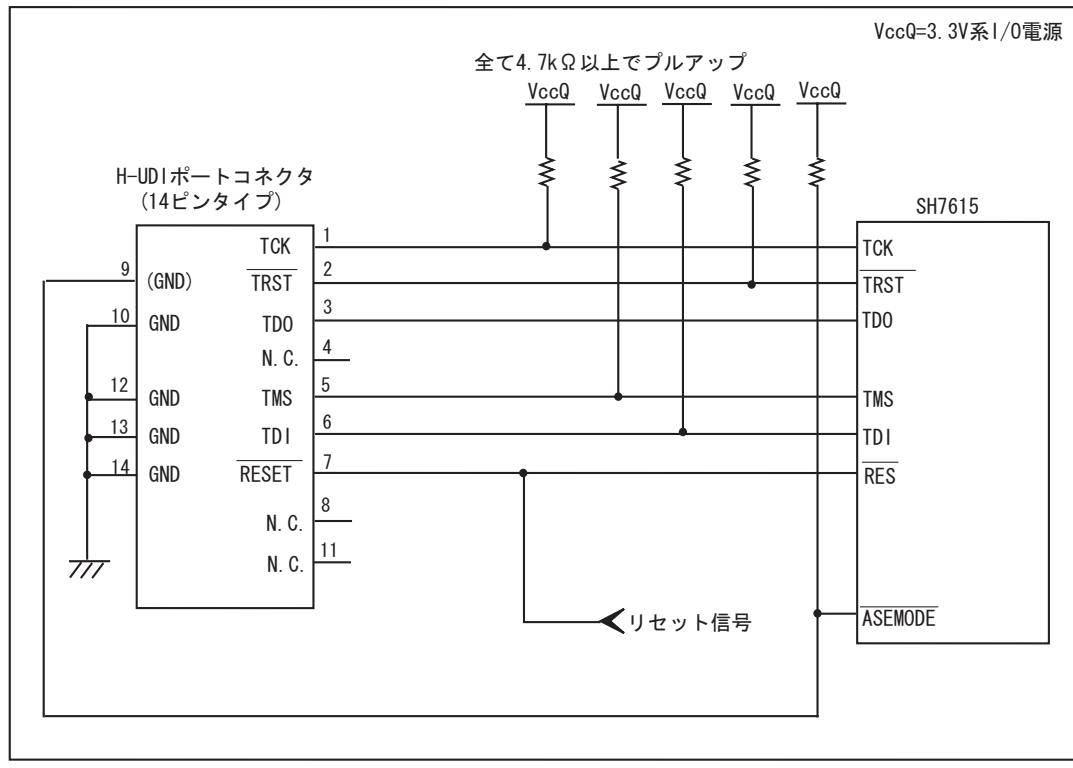

図 1.3 E10A-USB 使用時の H-UDI ポートコネクタ - チップ間の接続例
E10A-USB エミュレータ使用時の H-UDI ポートコネクタ(14 ピンタイプ)とチップ間の推奨接続例を図 1.2、UVCC 未接続時の接続例を図 1.3 に示します。
6. 図 1.2、図 1.3 に記載されている抵抗値は、参考値です。
- 図 1.3 接続例で回路を組んだ場合の E10A-USB エミュレータのスイッチ設定 : SW2=0, SW3=1 スイッチ設定の詳細は、「SuperH™ファミリ用 E10A-USB エミュレータユーザーズマニュアル バッガ編 3.8 章 DIP スイッチの設定」を参照してください。